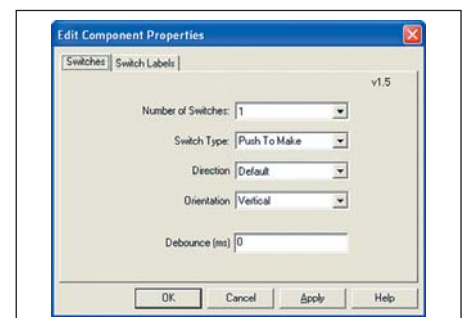

Рис. 4. Выпадающее меню окна Switches («Переключатели»)
- В выпадающем меню окна Switches («Переключатели») выберите пункт Properties («Свойства») и укажите количество кнопок — 1 (рис. 4).